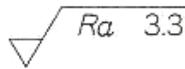

図1 表面性状の図示記号（除去加工する場合）
- D. 表面性状の図面上の指示に関して、図1に示すように図示記号には横線を引き、その下に要求事項を記入することになっています。この内容を理解していますか。